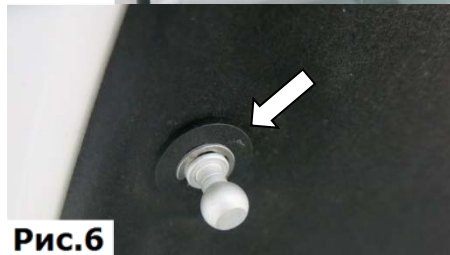

Рис.6
6. Прижать обшивку шайбой упорной. Зафиксировать шайбой стопорной, (Рис.6).